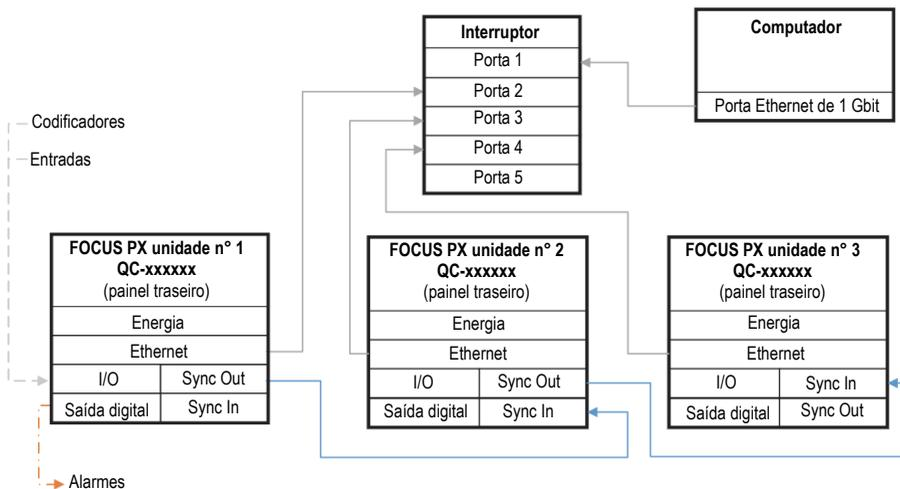

Figura 1-1 Conexão de várias unidades
- ◆ Conecte todos os cabos necessários à unidade FOCUS PX. O esquema abaixo mostra como conectar várias unidades (Figura 1-1 na página 25). Se você usar apenas uma unidade, conecte apenas a primeira sem um cabo Sync Out.